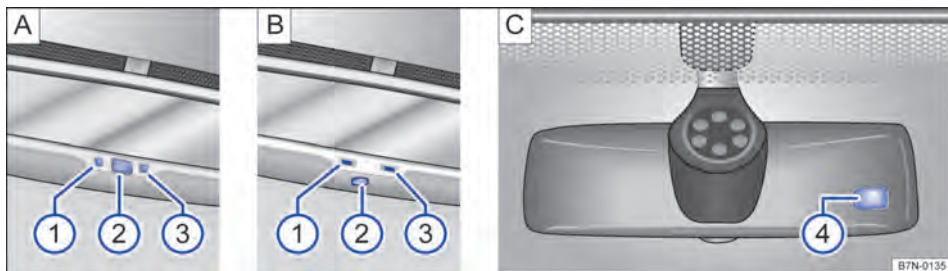

Fig. 92 No para-brisa: espelho retrovisor interno com antiofuscante automático.
Legenda para Fig. 92:
- ① Luz de controle.
- ② Interruptor.
- ③ Sensor para reconhecer a incidência de luz por trás.
- ④ Sensor para reconhecer a incidência de luz pela frente.
O antiofuscamento automático pode ser ligado e desligado com o interruptor no espelho retrovisor interno $\Rightarrow$ Fig. 92 A ② ou $\Rightarrow$ Fig. 92 B ②. Com o antiofuscamento automático ligado, a luz de controle A ① ou B ① se acende.
- Um sensor no lado que indica para o interior do veículo, que mede a incidência de luz por trás $\Rightarrow$ Fig. 92 A ③ ou $\Rightarrow$ Fig. 92 B ③.
- Um sensor no lado que indica para o para-brisa, que mede a incidência de luz pela frente $\Rightarrow$ Fig. 92 C ④.